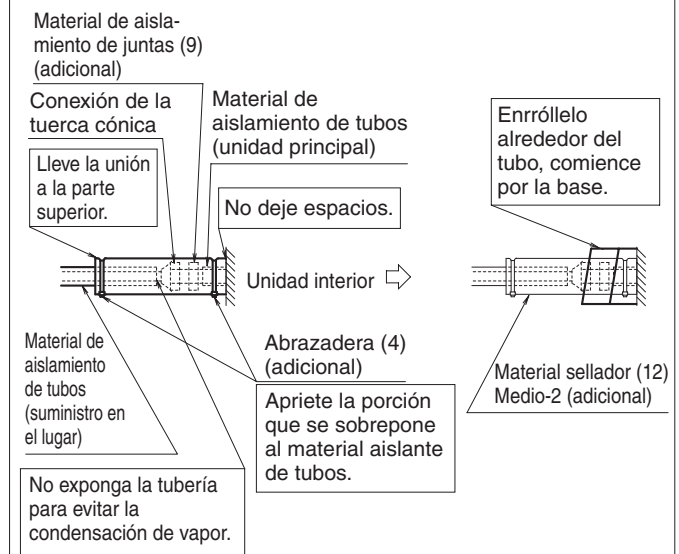
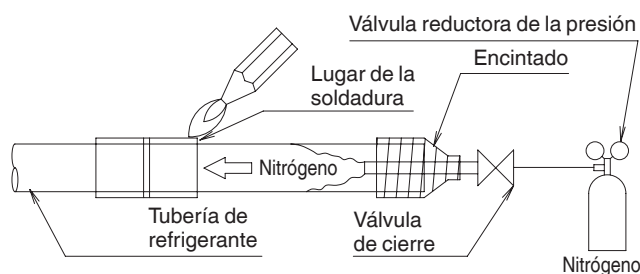

Fig. 12
Fig. 13
- Después de la prueba de fugas, consulte la **Fig. 12** y aisle la conexión de los tubos de gas y de líquidos con el material de aislamiento de juntas (8) y (9) incluidos para impedir que los tubos queden expuestos. Después, apriete ambos extremos del material aislante con la abrazadera (4).
- Envuelva el material sellador (Medio 1, 2) (11) (12) alrededor del material de aislamiento de juntas (8) y (9) (sección de la tuerca cónica), en los tubos de gas y de líquidos.
- Asegúrese de llevar la unión del material de aislamiento de juntas (8) y (9) hacia la parte superior.
- Antes de realizar la soldadura fuerte en el tubo de refrigeración, haga fluir nitrógeno por el tubo de refrigeración y sustituya el aire con nitrógeno (NOTA 1) (Consulte Fig. 13). Después, realice la soldadura fuerte (NOTA 2). Después de realizar los trabajos de soldadura, haga la conexión abocinada con la unidad interior. (Consulte Fig. 12)